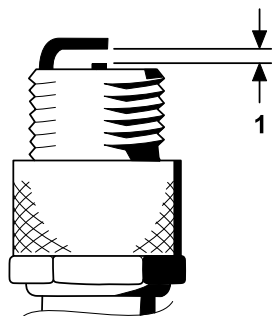

图 43
- 如 图 43所示将中心电极与侧电极之间的空隙设置为 0.76mm。